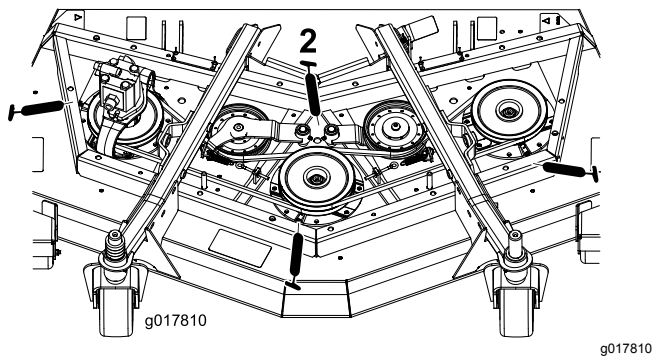

Bild 68
- Drei Spindelwellenlager (unter der Riemenscheibe) (Bild 68)
- Zwei Spannarm-Drehbüchsen (Bild 68)